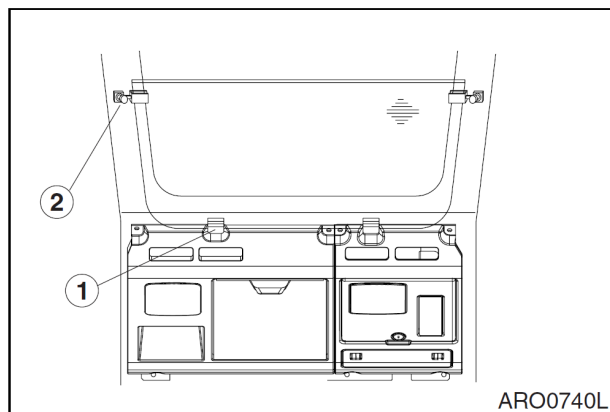

Рис. 99
- Установить нижнее стекло в резиновые держатели (1, рис. 99), расположенные за сиденьем водителя. Прикрепить окно правой и левой ручками (2) к корпусу кабины.